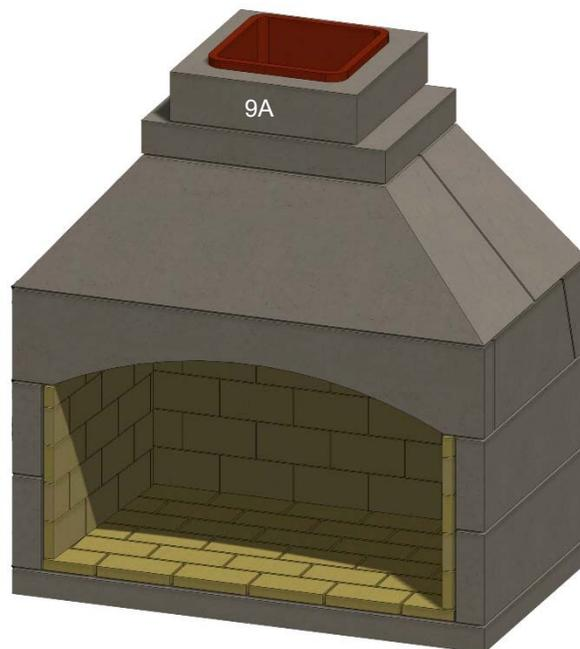

Figure 21. Conduit de cheminée
N. Installez la première section de cheminée en maçonnerie Stone Age (9A), avec la tuile s'étendant vers le haut. Remplissez le vide sur le fond avec du mortier pour créer une transition lisse. Voir la Figure 21.